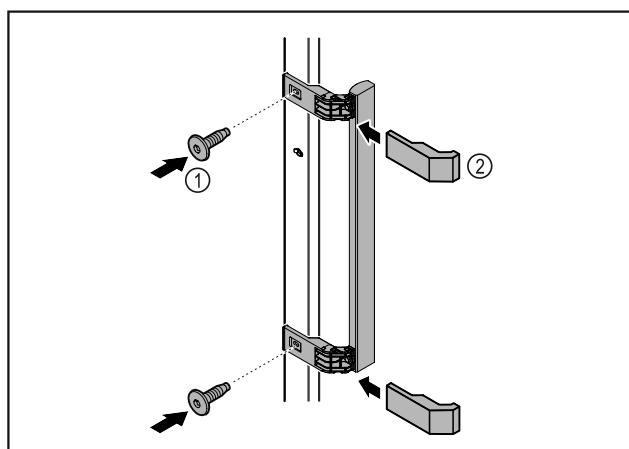

Fig. 9
- Rokturi no atsevišķā piederumu iepakojuma ar klāt pievienoto skrūvju Fig. 9 (1) palīdzību piestiprīniet pie durvīm.
- Uzlieciet pārsegū Fig. 9 (2).